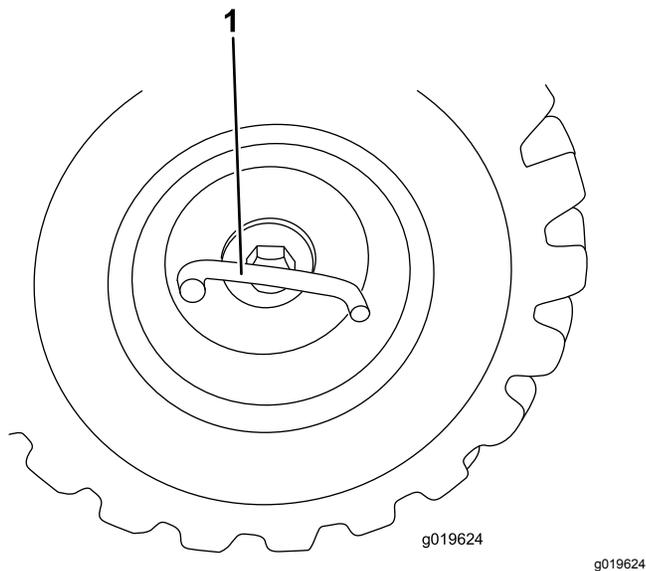

Figure 13
2. À l'aide d'un levier, retirez le grand boulon en T au centre de la roue (Figure 13).